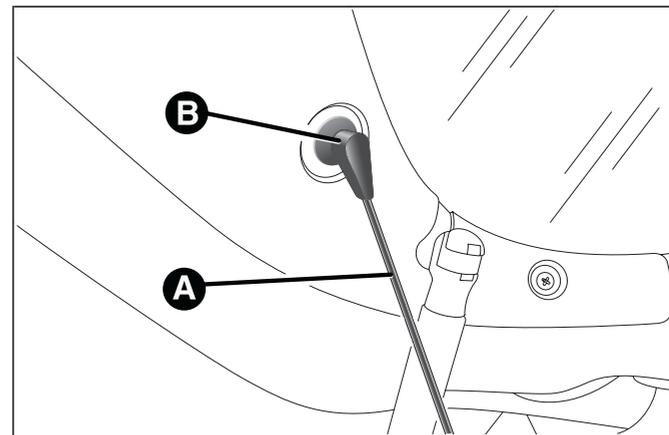

fig. 55
- dégager les extrémités des deux tirants A fig. 55 qui soutiennent la plage arrière en extrayant les boutons B des axes de support ;